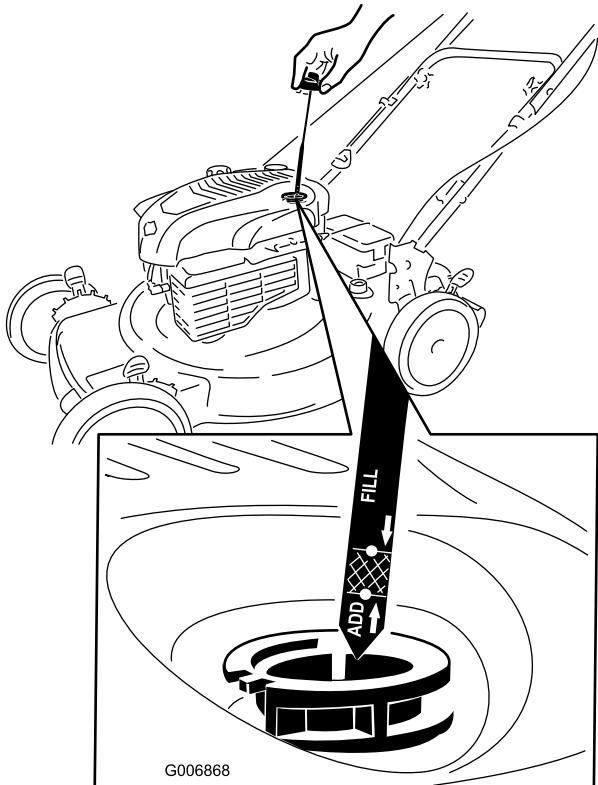

Figura 6
1. Togliete l'asta di livello (Figura 6).
2. Versate lentamente l'olio nel tubo di riempimento finché non raggiunge il segno di pieno sull'asta (Figura 6). **Non riempite troppo.** (Riempimento massimo: 0,59 litri, tipo: olio detergente SAE 30